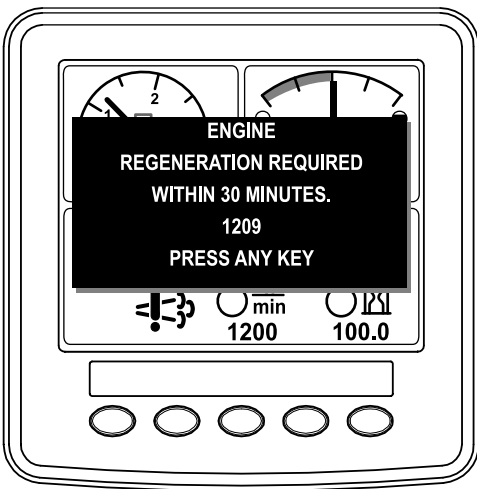

Figura 65
- Se ignorate la richiesta di rigenerazione da fermi visualizzata sull'InfoCenter e continuerete ad utilizzare la macchina (Figura 65), una quantità critica di particolato si accumulerà nel DPF.